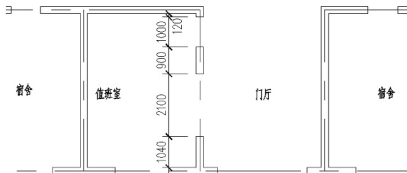

图 3.63 洞口宽度变为 2100mm
- ② 按 Enter 键进入下一步。
- ③ 在【指定基点或位移】: 提示下, 在绘图区任意单击一点作为拉伸的基点。
- ④ 在【指定第二个点或<使用第一个点作为位移>】: 提示下, 打开【正交】功能, 将光标垂直向上拖动, 输入“300”, 表示将窗洞口下侧的墙段向上加长 300mm, 那么窗洞口的宽度则向上减少 300。
- ⑤ 按 Enter 键结束命令, 结果如图 3.63 所示。
通过观察图 3.63, 可以理解尺寸标注和图形的联动关系, 将窗洞口的大小由 2400mm 修改成 2100mm, 其尺寸标注也自动发生了变化。